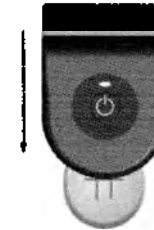

Рисунок 9. Выравнивание зарядного устройства по верхнему краю
14. Сделайте на коже отметку, соответствующую нижнему краю зарядного устройства (Рисунок 9).